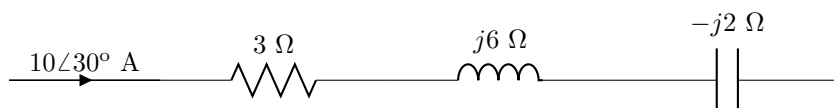

Figura 5.5: Circuito del problema 8.
8. En el circuito de la figura 5.5 halla las potencias de cada elemento y representa el triángulo de potencias total de la impedancia equivalente.